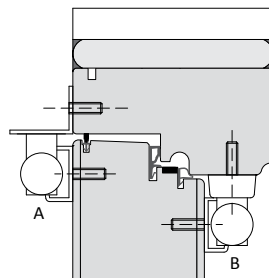

Bild 1
Dörrbroms ASSA 523T/2 (B), 533T/2 (A), (godkänd montering se bild 1)